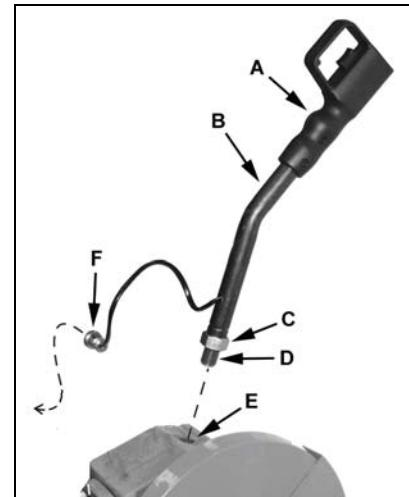

Рис. 1
Вкрутите резьбовой наконечник (D, Рис. 1) рукоятки (B) в резьбовой отверстие (E).
Кнопкой на рукоятке (A, Рис. 1) можно запускать и останавливать станок.